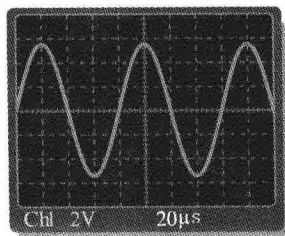

图 8-85
51. 参照图 8-85 所示的示波器屏幕，试问
52. 如果将 VOLTS/DIV (伏/格) 控制调为 5V，请在图 8-85 所示的示波器屏幕网格上精确地绘制将要显示的正弦波波形。
53. 如果将 SEC/DIV (秒/格) 控制调为 $20\mu\text{s}$ ，请在图 8-85 所示的示波器屏幕网格上精确地绘制将要显示的正弦波波形。